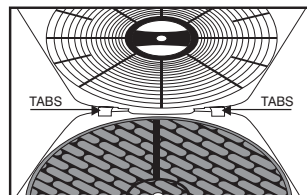

Fig. 19
- Placer les languettes au bas de la grille de protection, à la base de l'appareil. Voir Fig. 19